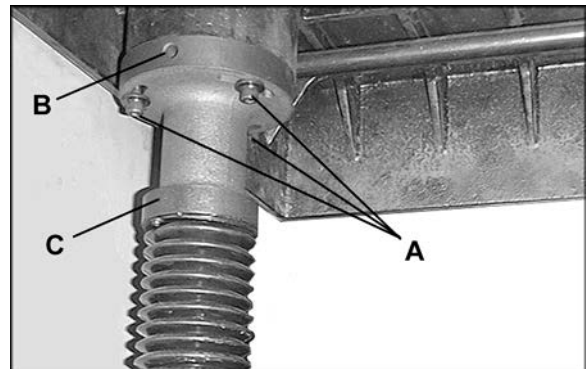

Рис. 15
3. Ослабьте три винта под столом (А, рис. 15).
4. Поместите какой-либо стержень (например, шестигранный ключ) в одно из открытых отверстий (В, рис. 15) и поверните вал (С, рис. 15), чтобы поднять стол до тех пор, пока индикатор не покажет нужное значение. Тот же эффект может быть достигнут путем опускания противоположной стороны стола.
5. Затяните винты (А, рис. 15).